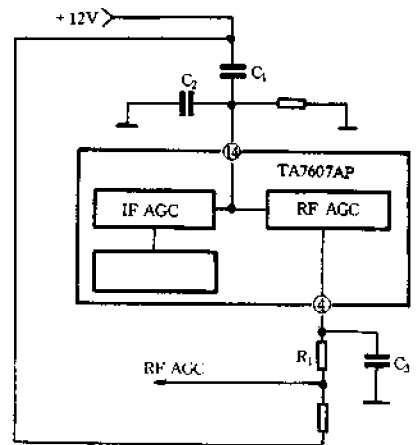

图 4-373 TA7607AP 相关电路
① 检测 AFC、AGC 动态电压。检测 AFC、AGC 动态电压时,可将万用表置于直流电压挡,并接在集成电路相应引脚上,然后通过控制输入信号的有无或信号变化的大小测出相应电压的变化范围。例如,东芝四片集成电路彩色电视机的图像中放集成电路 TA7607AP 的⑭脚即为 AGC 电压的测试端(有关电路见图 4-373)。AGC 电压的大小取决于  $C_1$  上充电的平均电压,此电压的大